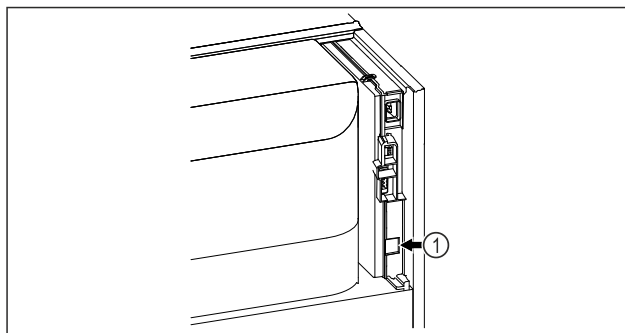

Fig. 146
- SmartModule Fig. 146 (1) è inserito.